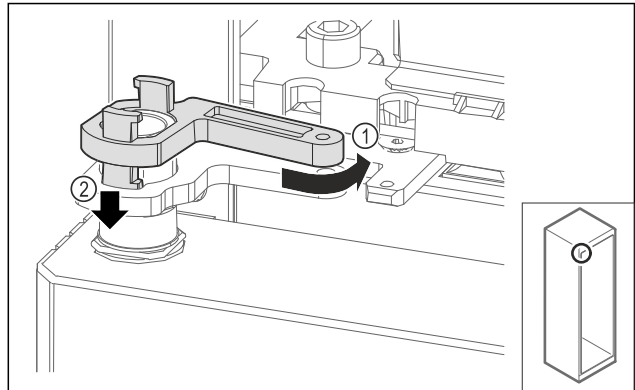

Fig. 71
- ▶ Mírně otočte zpět zajištění stojanu ložiska Fig. 71 (1), zatlačte jej dolů Fig. 71 (2) a zajistěte jej v úhelníku závěsu.